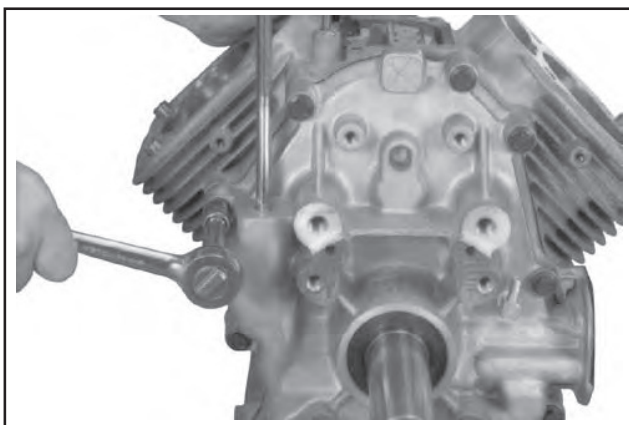

Abbildung 9-66. Entfernung der zehn Anschlüsse Verschlussplatte.
- Die zehn geflanschten Sechskantschrauben, die die Verschlussplatte am Kurbelgehäuse fixieren, entfernen. Siehe Abbildung 9-66.